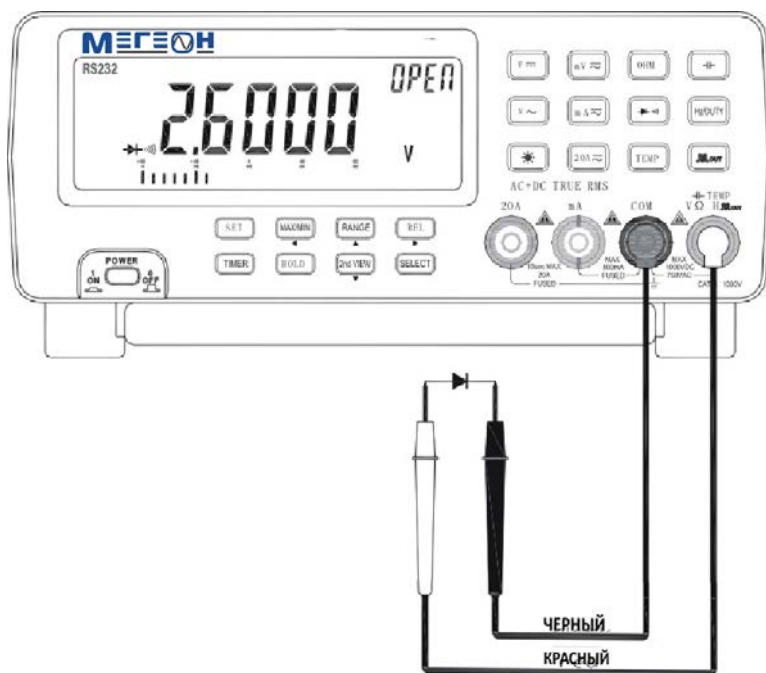

Рисунок 16. Измерения с использованием диодов.
- Способ измерения представлен на Рис. 16.